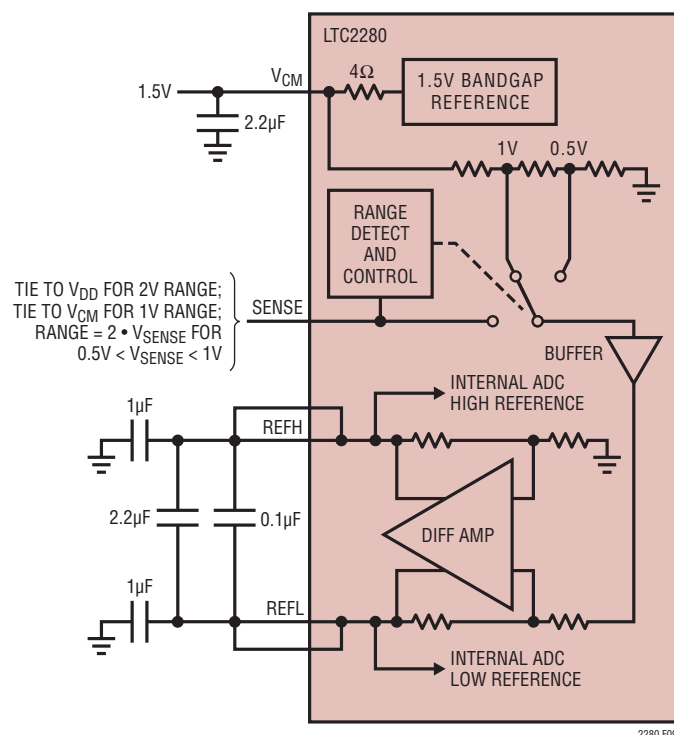

図9. 等価リファレンス回路
1.5Vのバンドギャップ・リファレンス、差動アンプ、およびスイッチングと制御の回路で構成されるLTC2280のリファレンス回路を図9に示します。内部電圧リファレンスはピンで選択可能な2V(差動 $\pm 1V$)または1V(差動 $\pm 0.5V$)の2つの入力レンジに設定することができます。SENSEピンを V_{DD} に接続すると2Vの範囲が選択され、SENSEピンを V_{CM} に接続すると1Vの範囲が選択されます。
差動アンプはADCの“H”リファレンスと“L”リファレンスを生成します。高速スイッチング回路がこれらの出力に接続されているので、これらの出力は外部でバイパスする必要があります。各出力には2つのピンがあります。パッケージのインダクタンスを減らすために複数の出力ピンを必要とします。バイパス・コンデンサは図9に示すように接続する必要があります。ADCの各チャンネルのリファレンスは独立しており、バイパス・コンデンサも各チャンネル専用です。2つのチャンネルで使用する入力範囲は、同じでも別々でもかまいません。